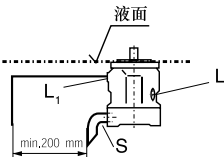

图 1
a) 当油箱的最低液面和泵的安装法兰面同高或更高时，将“L”口堵死而将“L₁”和“S”打开；推荐“L₁”和“S”口L₁接上管道（如图1）。